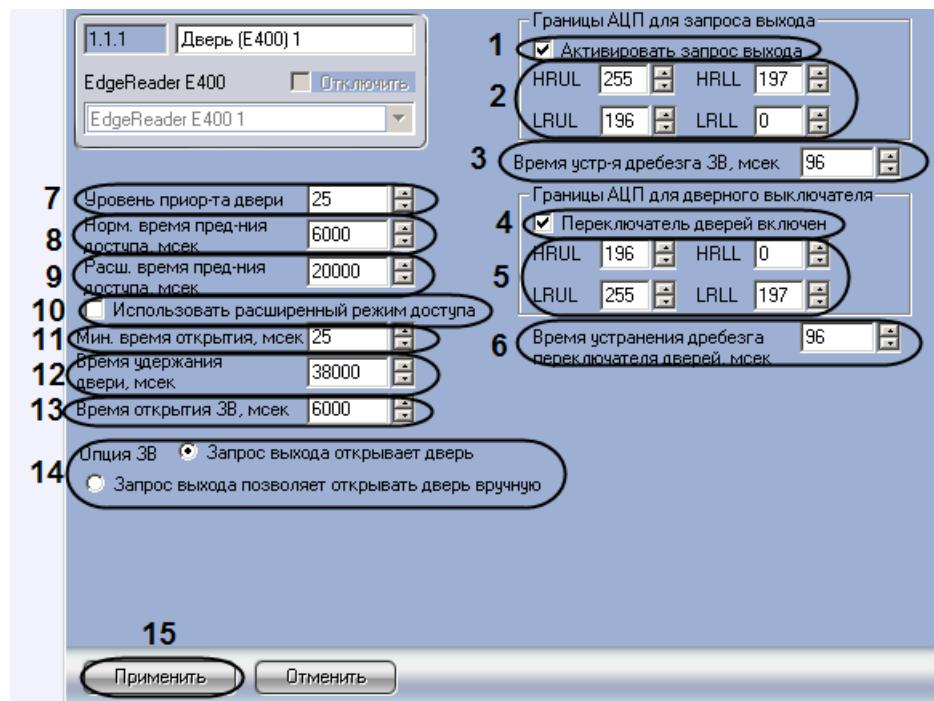

Рис. 3.7—2 Настройка дверей контроллера V2000
- Установить флагок **Активировать запрос выхода**, в том случае, если переключатель **Запрос на выход** включен (см. Рис. 3.7—2, 1).
- Настроить ограничения (см. раздел *Настройка ограничений в ЭСППЗУ*) переключателя **Запрос на выход** (см. Рис. 3.7—2, 2).